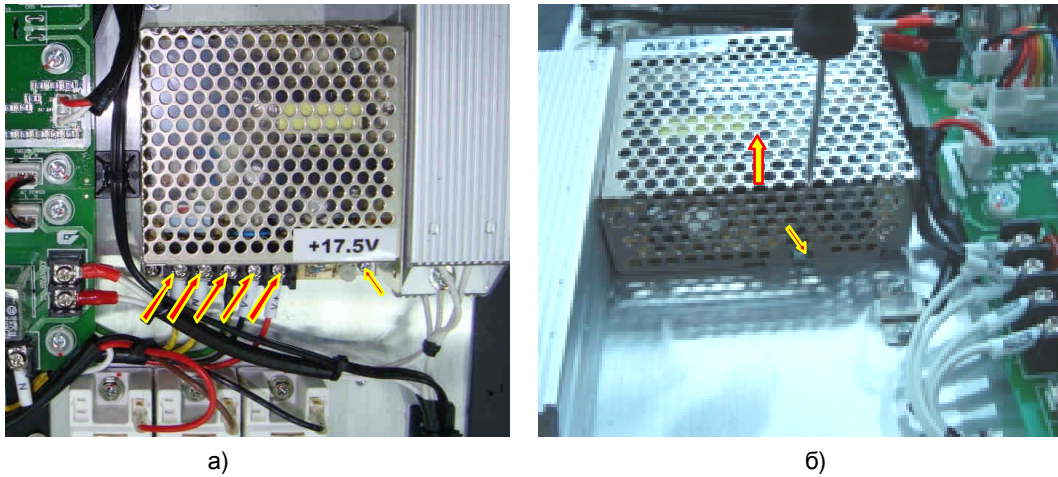

Рис. 6.37.
6.21.2. Выкрутить один винт крепления блока питания +17,5 В (рис. 6. 37а), а другой отвернуть на 2 оборота (рис. 6.37б.). Сдвинуть в направлении желтой стрелки и демонтировать блок питания.